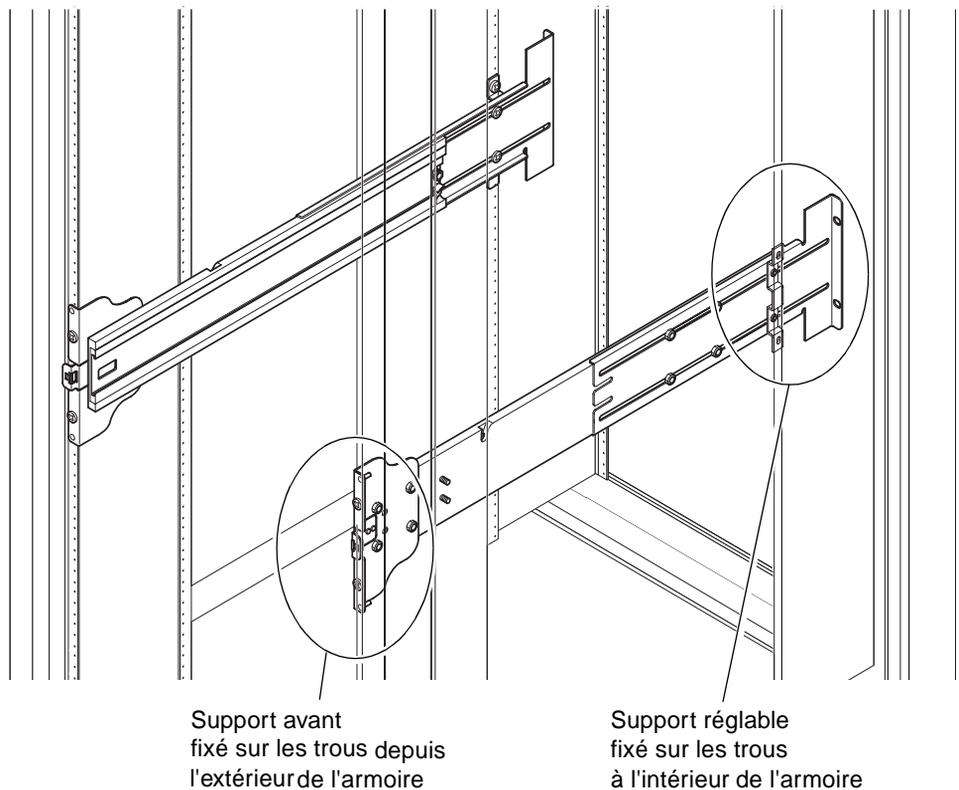

FIGURE 1-4 Installation des rails dans une armoire Sun Fire
1. **Insérez les broches du support avant dans les trous de l'armoire numérotés 22 et 33 (FIGURE 1-4).**
1. **Insérez les broches du support avant dans les trous de l'armoire numérotés 58 et 69 (FIGURE 1-4).**